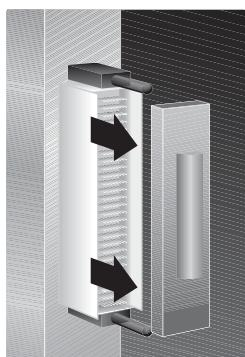

Рисунок 1. Снятие крышки контактов.
- Снимите крышку с контактов разъема сзади модуля pass-through так, как показано на Рисунок 1, Снятие крышки контактов.